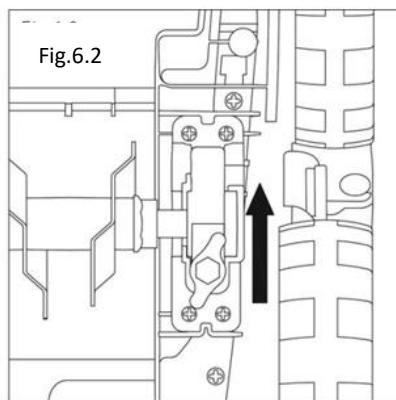

Fig.6.3
- Extraiga hacia arriba la brida del sistema de cuchillas del acoplamiento en la carcasa de la máquina (Fig. 6.3).